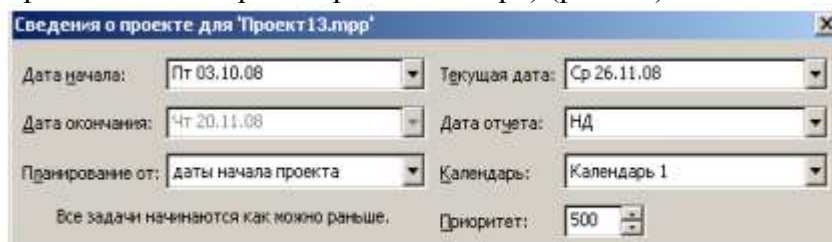

Рис. 65. Диалог Сведения о проекте для «Мой первый проект13.лтр»
- Выберите команду меню (Проект • Сведения о проекте). На экране появится диалог (Сведения о проекте «Мой первый проект13.mpr») (рис. 65).
Теперь вернемся к смыслу сообщения (Все работы начинаются как можно раньше), которое выводится в диалоге (Сведения о проекте «Мой первый проект») (рис. 65).